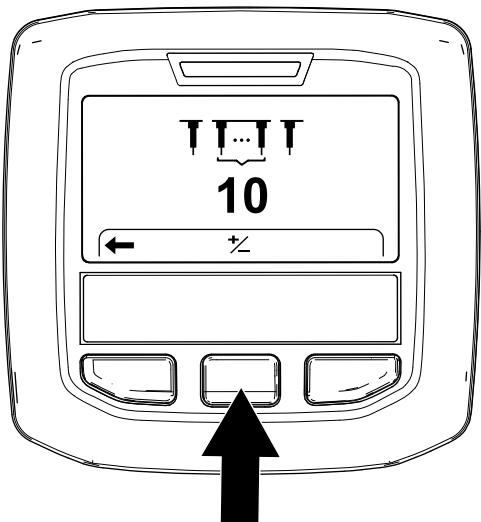

Figura 61
- Pulse el botón derecho del InfoCenter hasta que se muestre la pantalla Setting the Tine Quantity (Ajuste de la cantidad de taladros) (Figura 61).